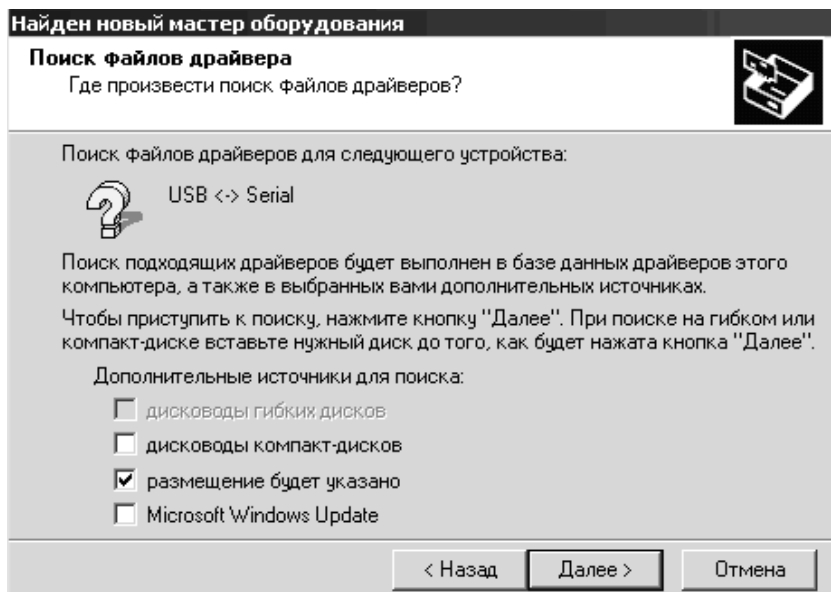

Рисунок 8 – Выбор места поиска драйвера
2) В окне «Поиск файлов драйвера» поставьте флаг в строке «размещение будет указано» (см. рисунок 8).